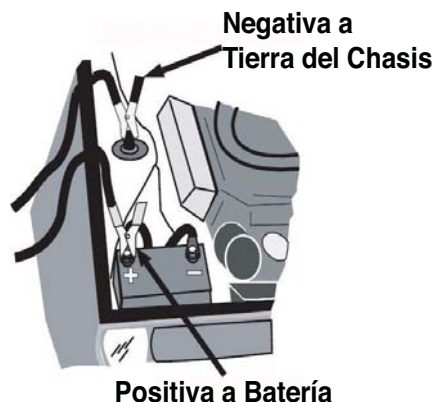

Figura B.3. Tierra Negativa
- a. **Vehículos de tierra negativa** (El tipo más común, vea la Figura B.3).